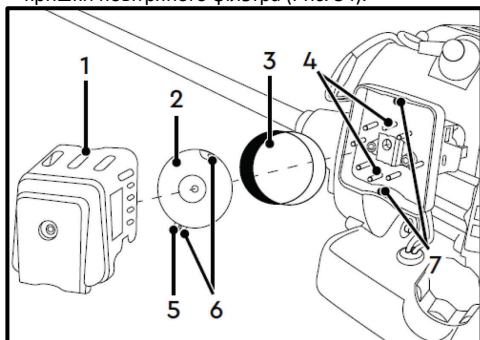

Рис. 55
- Зніміть кришку (1) корпусу повітряного фільтра з мотокоси (Рис. 55);
- Зніміть притискну пластину (2) фільтрувального елемента (3) (Рис. 55);
- Зніміть фільтрувальний елемент (3), ***залежно від моделі** – промийте його в чистій воді із милом та просушіть, або продуйте повітрям не більше 2,5 бара (замініть, якщо він пошкоджений) (Рис. 55);
- Після очищення фільтруючого елемента (3), встановіть його в корпус повітряного фільтра, розташувавши за кронштейнами (4) (Рис. 55);
- Розташуйте притискну пластину (2) фільтрувального елемента (3) виступаючою частиною (5) донизу (Рис. 55);
- Встановіть притискну пластину (2) отворами (6) на кронштейни (7) (Рис. 55);
- Встановіть кришку (1) корпусу повітряного фільтра на мотокосу (Рис. 55);